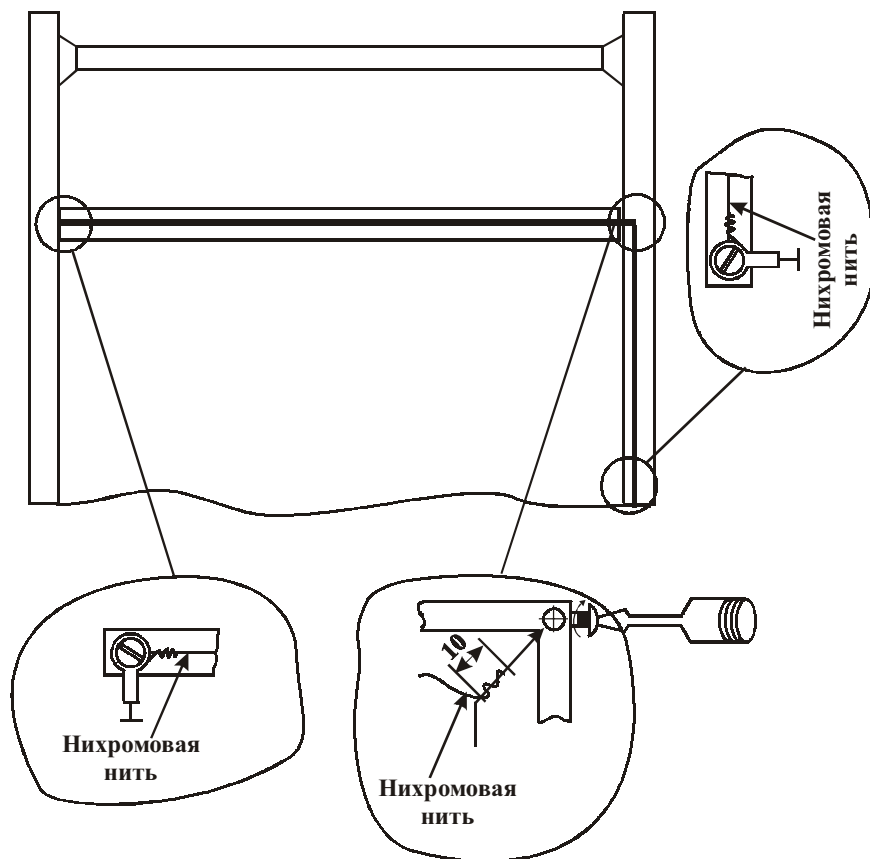

Рис. 2. Схема замены ножа.
Режущим и одновременно сваривающим инструментом термоножа является нихромовая нить (рис. 2), мгновенно нагреваемая импульсом электрического тока при срабатывании концевого выключателя 2.
2. В случае обрыва нихромовой нити или прогара тефлонового покрытия термоножа вследствие нарушения правил эксплуатации или работы аппарата в режиме интенсивной эксплуатации, замену вышедших из строя элементов осуществляет покупатель. Замена нихромовой нити осуществляется в следующем порядке (рис. 2):
2.1. Ослабить винты контактных клемм на натяжителях 1, 2 (рис. 2а и 2б).
2.2. Ослабить винт крепления нити в правом углу рамы (рис. 2в) и удалить остатки поврежденной нихромовой нити.
2.4. Установить скрутку (1–2 витка) и закрепить ее винтом, как показано на рис. 2в.
2.5. Натянуть нить и закрепить ее на натяжителе 1, как показано на рис. 2а. Перевести подвижный брусок 1 в крайнее правое по рис. 2а положение и, удерживая его, намотать под шайбу, по часовой стрелке, с натягом, два витка нихромовой проволоки, после чего, сохраняя натяг, затянуть винт. После отпускания натяжитель не должен отходить более чем на 2 мм от упора, иначе при нагреве он может выпасть из гнезда.
Аналогично натянуть нить на натяжитель 2 (см. рис. 2б).